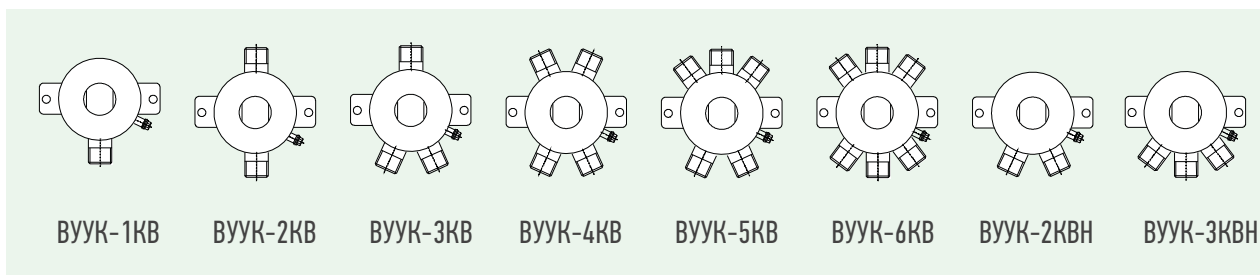

Рис. 4. Коробки ВУУК. Варианты исполнения по числу и расположению кабельных вводов.
- число и расположение кабельных вводов - см. рис. 4;